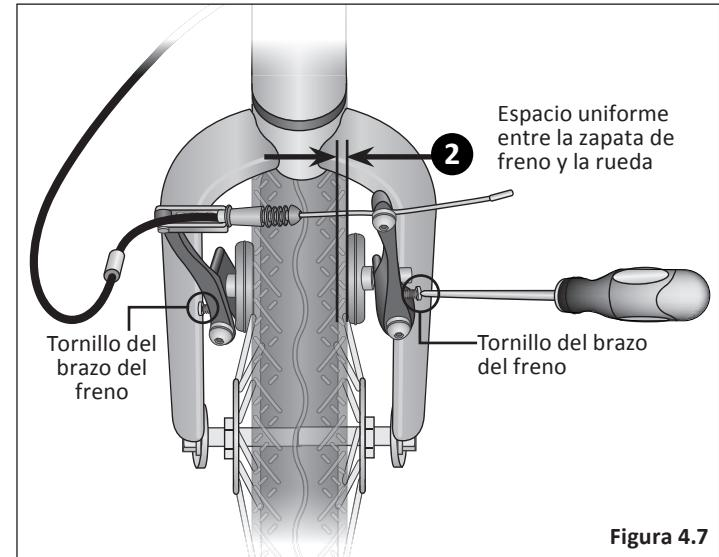

Figura 4.7
- Utilizando un destornillador de estrella, ajuste los tornillos de ambos lados del brazo de freno. **Nota:** Girar el tornillo hacia la **derecha** separa la zapata del rin. Girar el tornillo hacia la **izquierda** acerca la zapata al rin. **Figura 4.7**